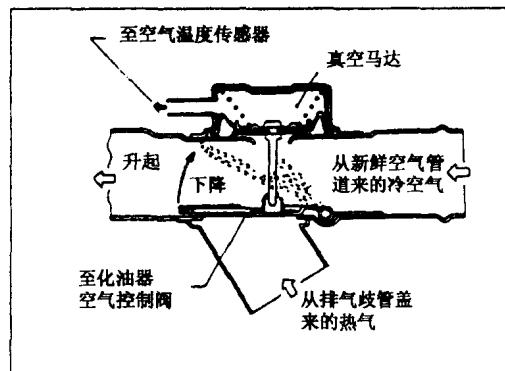

图 1-28
(1) 检查真空软管（进气歧管到温度传感器和真空电动机）是否牢固地接在其正确位置上。
(2) 检查各软管有无裂纹和变形。
(3) 检查 A.T.C 系统的功能，见图 1-28。